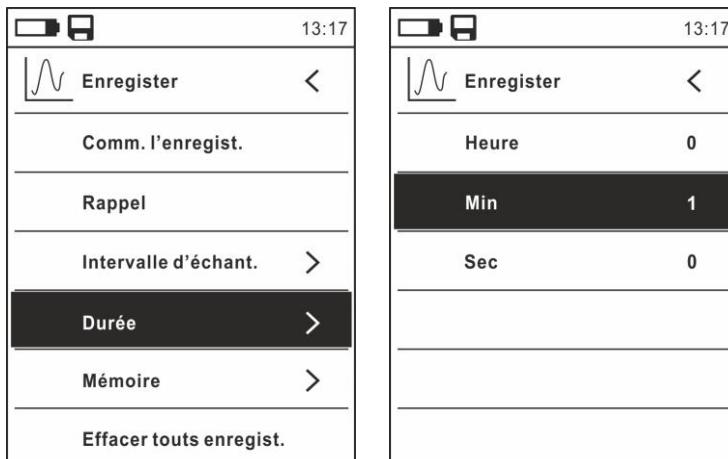

Fig. 32: Fonction data logger – Réglage de la durée d'enregistrement
8. Sélectionner la rubrique « Durée » (voir Fig. 32 – partie gauche) et appuyer sur la touche **►**. La page-écran Fig. 32 – partie droite s'affiche à l'écran